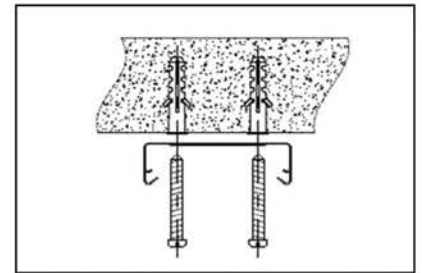

Рис. 1
5.7 Наметьте и просверлите по два отверстия для каждой монтажной скобы на поверхности стены или потолка по месту установки в соответствии с перфорацией монтажной скобы (рис. 1).